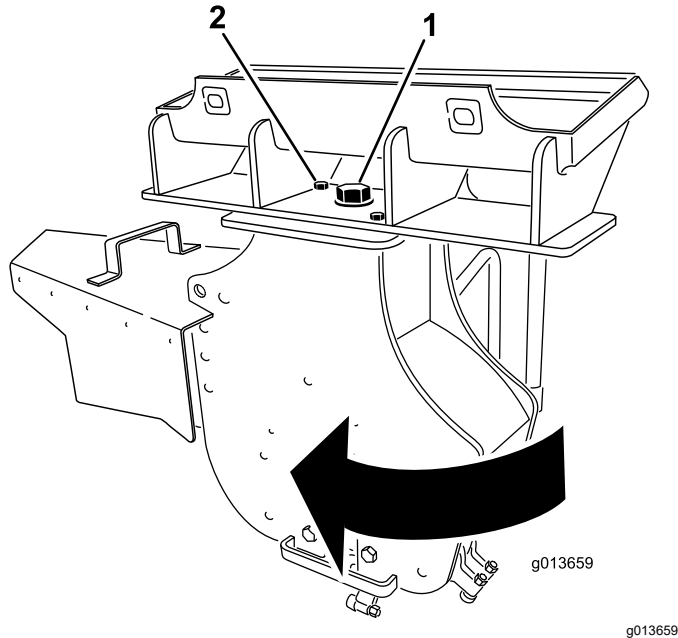

Figura 13
3. Allentate il bullone grande situato sopra il fresa ceppi (Figura 13).
4. Rimuovete il bullone e il dado anteriori che fissano il fresa ceppi (Figura 13).
5. Ruotate il fresa ceppi di 30 gradi in senso orario (Figura 13).
6. Serrate il bullone grande sopra il fresa ceppi a una coppia di 406 N·m come mostrato nella Figura 13.
7. Montate il bullone e il dado nel foro anteriore e serrateli a una coppia di 101 N·m come mostrato nella Figura 13.
13. Allentate il bullone grande situato sopra il fresa ceppi (Figura 13).
14. Rimuovete il bullone e il dado anteriori che fissano il fresa ceppi (Figura 13).
15. Ruotate il fresa ceppi di 30 gradi in senso antiorario (Figura 13).
16. Serrate il bullone grande sopra il fresa ceppi a una coppia di 406 N·m come mostrato nella Figura 13.
17. Montate il bullone e il dado nel foro anteriore e serrateli a una coppia di 101 N·m come mostrato nella Figura 13.